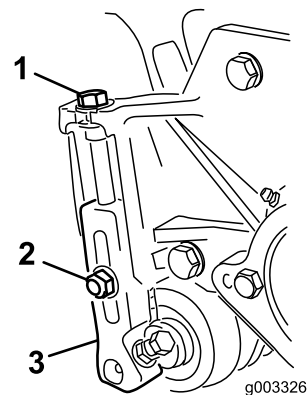

図 11
3. 刈り高ブラケットをCuttingユニットのサイドプレートに固定しているロックナットをゆるめる(図 11)。